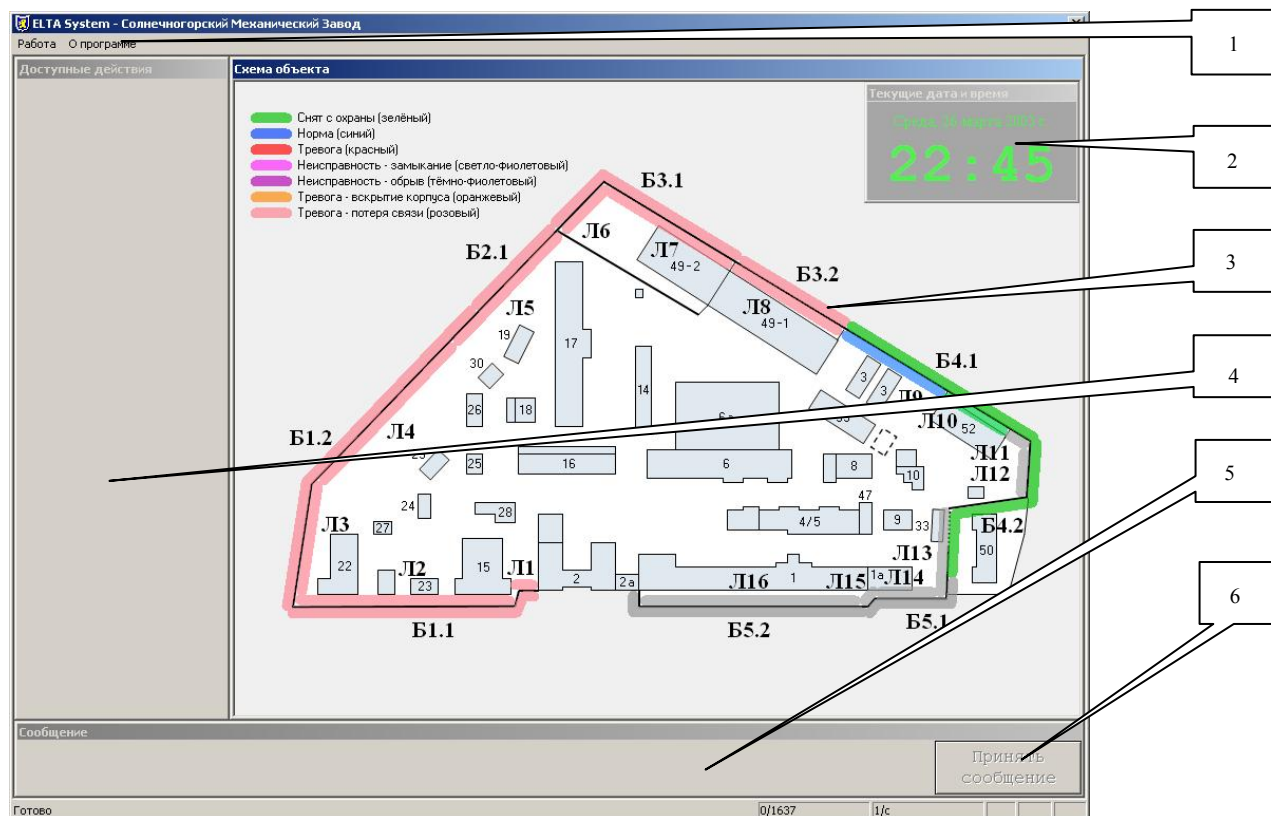

Рис. 2.1. Главное рабочее окно программы.
2.2.1. Внешний вид основного (главного) рабочего окна после запуска программы приведен на рис. 2.1.
тревожных сообщений (выноска 5, рис.2.1), не выдается звуковой сигнал тревоги, но сообщение поступает в архив.